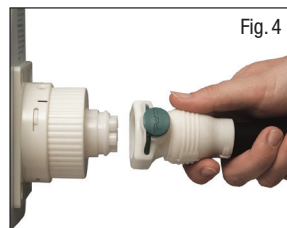

Fig. 4
- Collegare il tubo di erogazione dell'aria in uscita dal cuscino nell'adattatore, facendo combaciare gli indicatori di allineamento (Fig. 4). Accertarsi che si innesti correttamente in posizione, al fine di evitare possibili perdite d'aria.